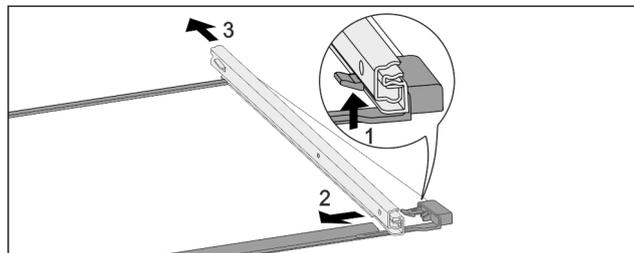

Fig. 164 Tablette en verre avec rails
- ▶ Pousser le crochet d'enclenchement avant vers le bas. Fig. 164 (1)
- ▶ Pousser le rail télescopique vers le côté Fig. 164 (2) et vers l'arrière Fig. 164 (3).